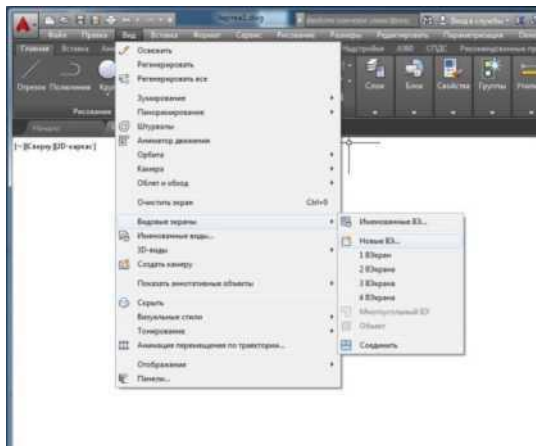
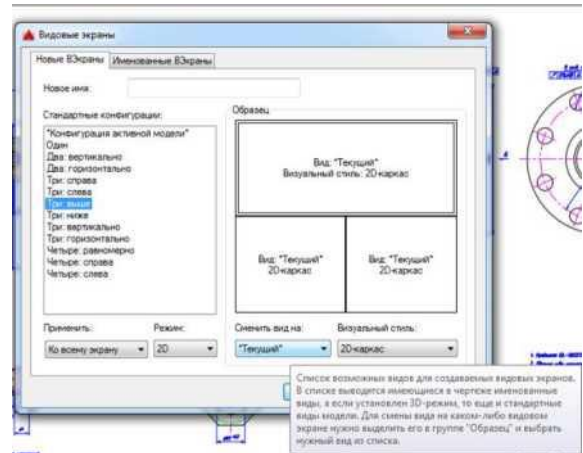

Рис. 9
Рис. 10
14. Сейчас в графической зоне AutoCAD по умолчанию открыт единственный видовой экран, полностью занимающий окно. Чтобы создать **дополнительные видовые экраны**, выберите в меню пункт *Вид ^Видовые экраны*. Появится подменю со стандартными вариантами компоновок (рис. 9), в котором выберите пункт *"Новые ВЭ..."*. В открывшемся окне просмотрите имеющиеся варианты компоновки видовых экранов и сделайте выбор, аналогичный рис. 10.
15. Настройте изображения в 3-х видовых экранах, используя именованные виды: поочередно делайте окна активными, щелкнув на них мышкой. С помощью списка видов, открывающегося нажатием кнопки "Сменить вид на:" (рис.10), установите в одном экране общий вид, а в остальных - отдельные фрагменты. Нажмите "ОК".